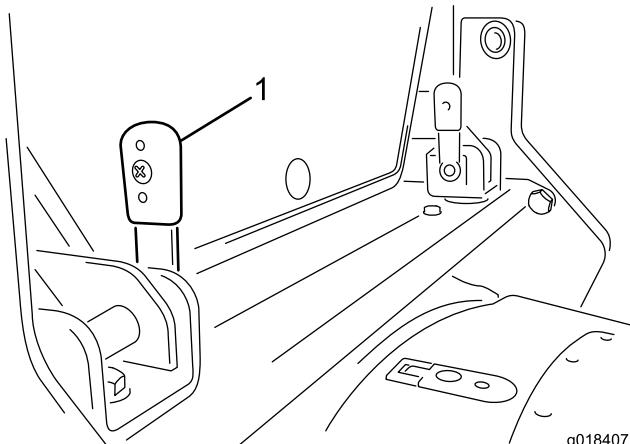

Figura 16
1. Rode as duas alavancas de bloqueio, localizadas na travessa na parte traseira da cabina, de forma a que fiquem viradas para cima (Figura 16).
3. Com as alavancas na posição vertical (Figura 16), empurre-as através dos conjuntos de suportes. Pode ser necessária alguma força nas alavancas para os suportes para alinhar as cavilhas de bloqueio nas ranhuras.